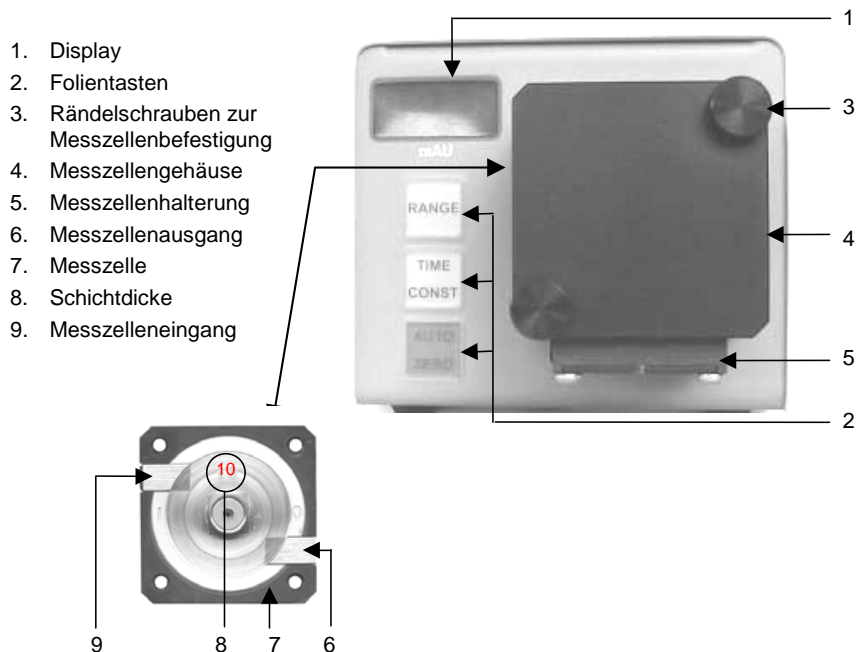

Abb. 2
Nach dem Einschalten erscheinen auf dem Display, siehe 1 in Abb. 2, die Version der internen Software, wie **3.01**.
Siehe Folientasten (2) in Abb. 2 „Frontansicht des K-200 UV Detektors“.